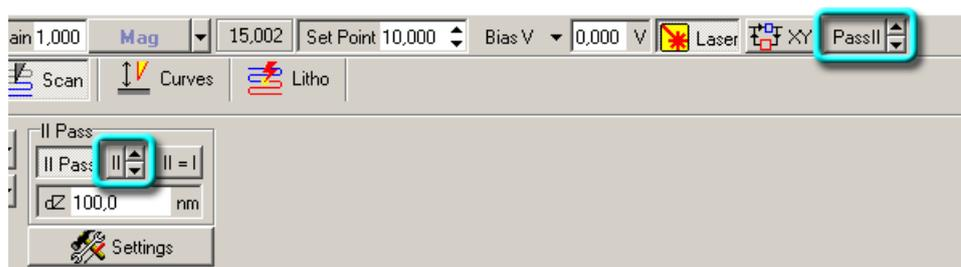

Рис. 9-9. Переключатели настроек первого и второго проходов
1. Установите один из переключателей в положение «второй проход», как показано на (Рис. 9-9).